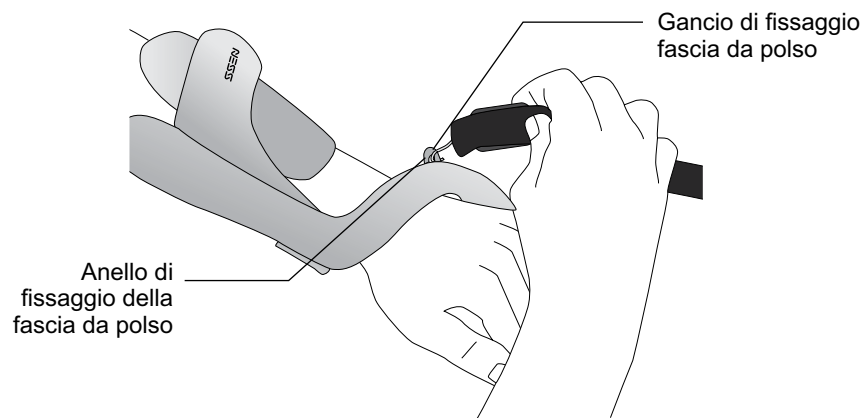

Figura 6-8 - Fissaggio della fascia da polso
1. Fissare il gancio metallico situato sulla fascia da polso all'anello di fissaggio che si trova sul ponte del polso dell'ortosi (Figura 6-8).